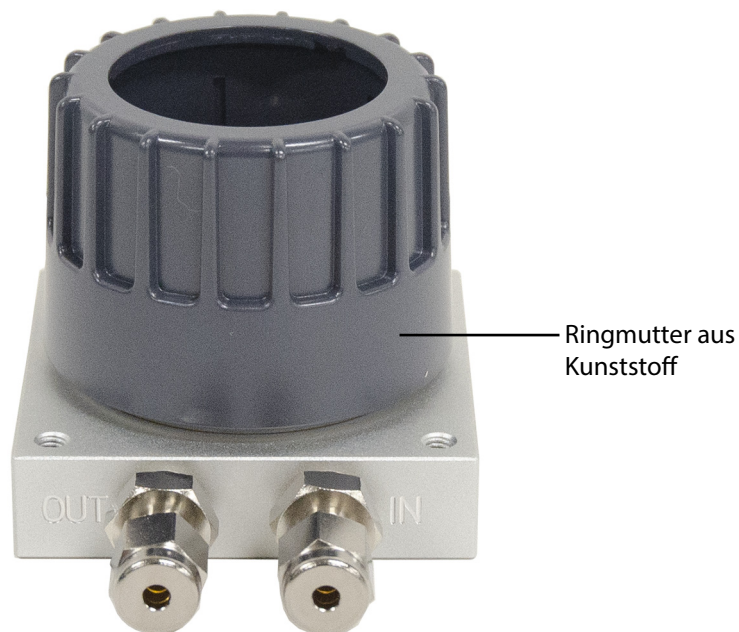

Abbildung 24. Entfernen der Kunststoff-Ringmutter
- 1 Lösen Sie die Kunststoff-Ringmutter von der Oberseite der Anschlusseinheit (**Abbildung 24**).